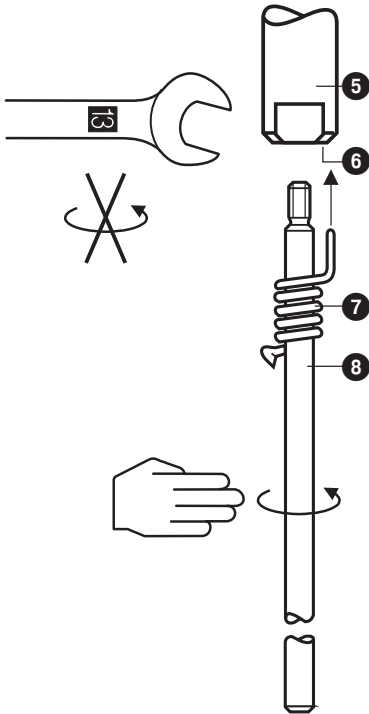
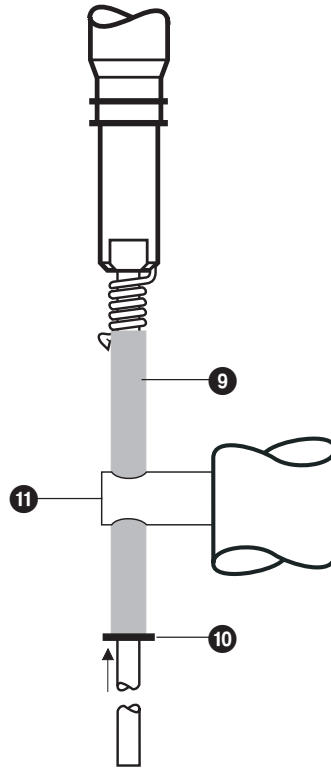

Fig. 5
Fig. 6
1. Reißen Sie das Maß für Niedrigwasser auf der Elektrodenverlängerung **8** an und schieben Sie die Sicherungsfeder **7** aus der Bohrung **6** der Messelektrode **5** heraus. Markieren Sie das Maß für Niedrigwasser und das Maß **4** (150 mm über Niedrigwasser) auch auf dem Schutzrohr des Niveaustrommeters. **Fig. 5, Fig. 6**